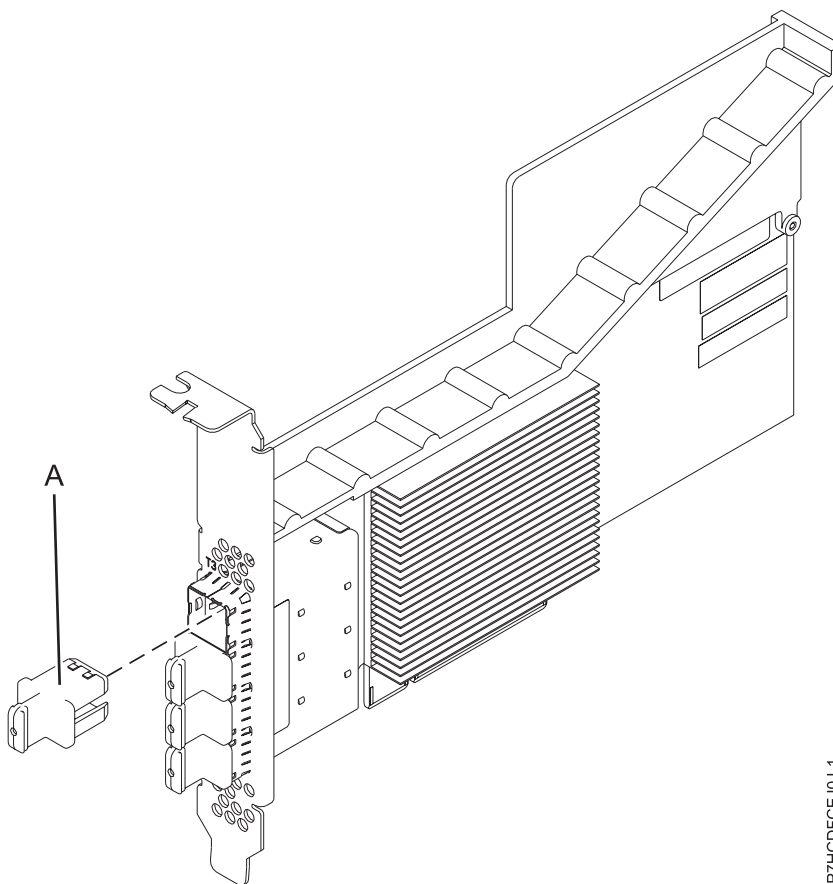

Figure 18. Carte PCIe3 à 4 ports SAS x8
des applications SAS (Serial Attached SCSI) hautes performances et haute densité. Elle prend en charge le raccordement d'unité de bande ou DVD SAS à l'aide de quatre connecteurs mini-SAS haute densité (HD) x4 qui permettent d'utiliser les liaisons physiques dans différentes configurations étroites et larges de ports. Le raccordement de bande magnétique n'est pris en charge qu'avec une configuration de carte unique et ne peut pas être combiné avec un disque SAS sur la même carte. L'adaptateur ne dispose pas d'un cache en écriture. La figure 18 illustre la carte PCIe3 à 4 ports SASA x8.
La figure 18 représente la carte. Le capuchon du connecteur **(A)** est installé dans un port vide et empêche que ce port ne soit endommagé lorsqu'un câble d'un connecteur de port adjacent est branché ou retiré.